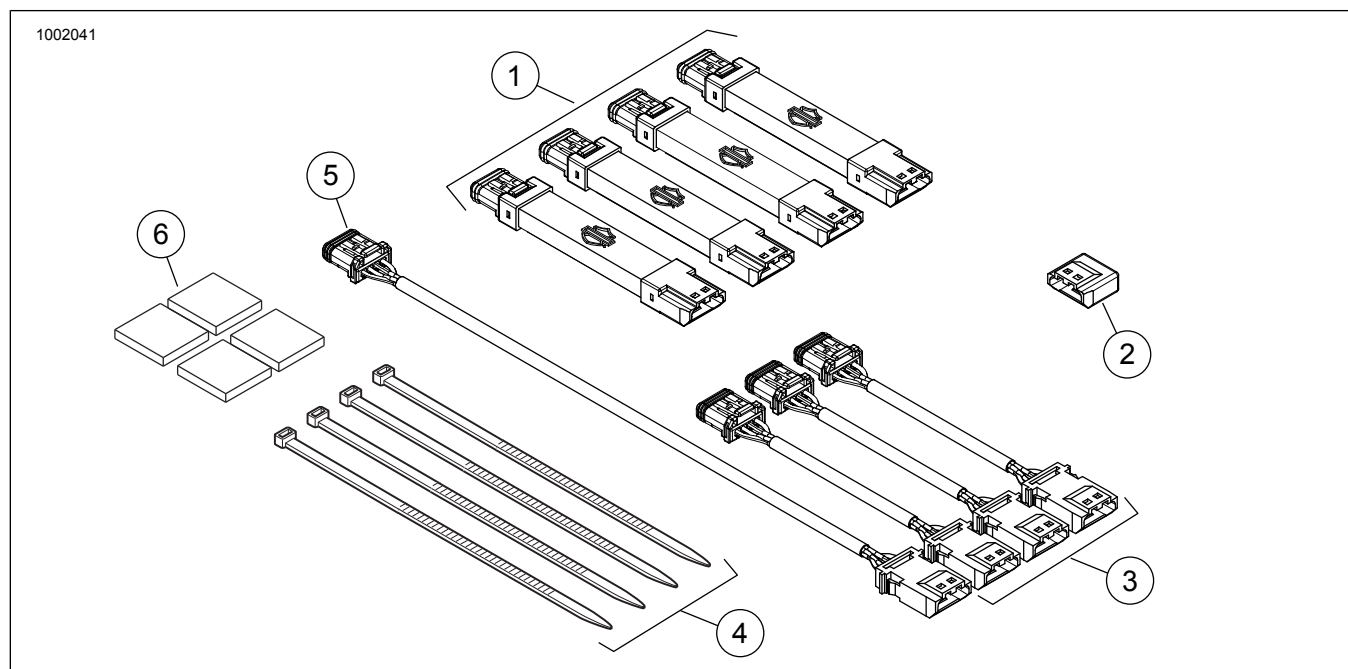

図2。交換用パーツ、SpectraGloライトポッドキット
「図2」および「表1」。
2. 図2 (ドライフィット)ライトポッド(1)とハーネス(3および5)を適切なコンフィギュレーションで組み立てます。